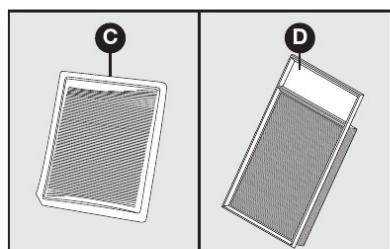

fig. 16
- Remover o elemento filtrante **C-fig. 16**;
Remover o elemento filtrante **C-fig. 16** para motores 1.4 ou **D-fig. 16** para motores 1.6 e 1.8.